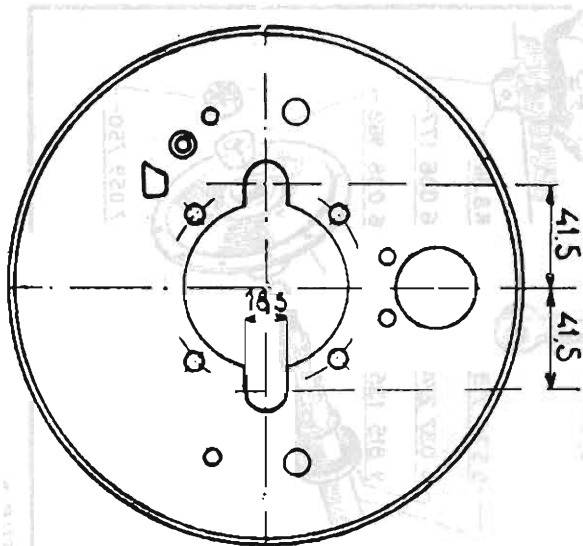

Fig. 33. — Echantures à pratiquer dans les anciens plateaux de freins avant montage des nouveaux arbres de roues.
- 6.037.595 - entretoises de couvercle (2 par roue arrière) et, dans ce dernier cas, le plateau de frein devra, avant remontage, être entaillé selon la figure 33 pour permettre le montage des entretoises.